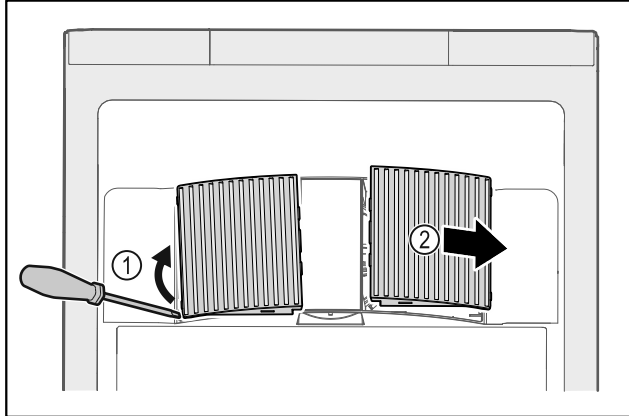

Fig. 147
- ▶ Αναμοχλεύστε προσεκτικά από το πλάι τα καλύμματα του ανεμιστήρα Fig. 147 (1) και αφαιρέστε τα προς τα εμπρός Fig. 147 (2).